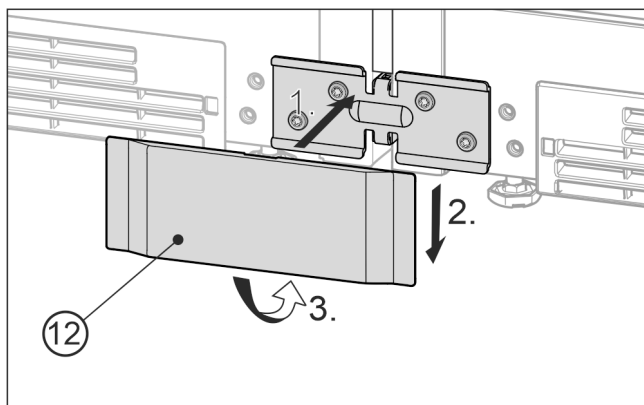

Fig. 24 Atvaizdo pavyzdys
- ▶ Apatinę dengiamąją plokštelę *Fig. 24 (12)* iš priekio uždėkite ant kampuočio *Fig. 24 (1)*, nustumkite žemyn *Fig. 24 (2)* ir užfiksuokite apačioje *Fig. 24 (3)*.